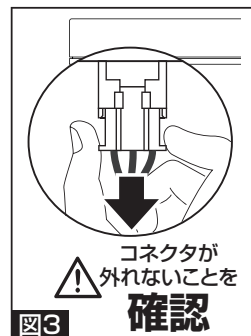

図3
- コネクタを取付けた後、図3のように、コネクタが外れないことを確認する